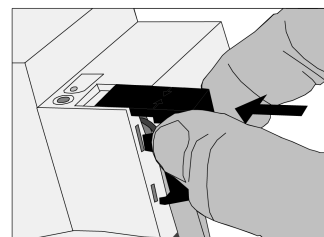

Bild 5: Abdeckkappe aufstecken
- Abdeckkappe über die Busklemme stecken, bis sie einrastet (siehe Bild 5).